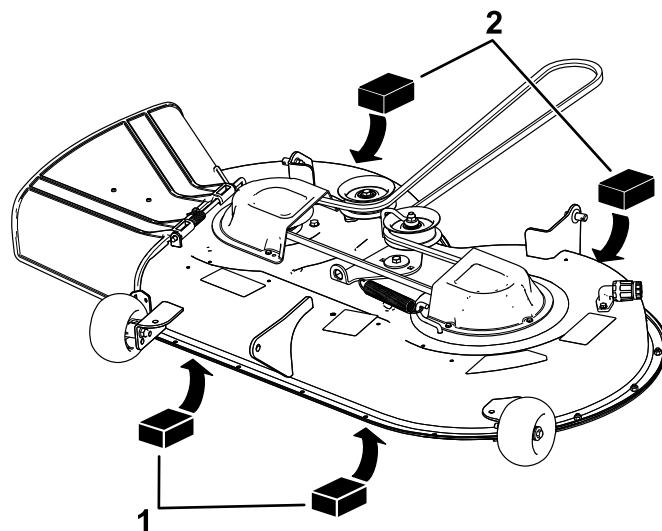

Figura 65
4. Coloque dos bloques de 6,6 cm de grosor debajo de cada lado del borde delantero de la carcasa, pero no debajo de los soportes de los rodillos protectores del césped (Figura 65).
5. Coloque dos bloques de 7,3 cm de grosor debajo del borde trasero del faldón de la carcasa de corte, uno en cada lado de la carcasa de corte (Figura 65).